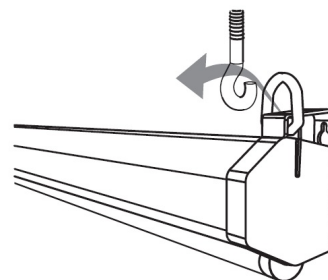

Рис. 2
- **крепление на потолок:** для монтажа экрана на потолок в конструкции предусмотрены 2 монтажных кольца, которые следует зацепить за монтажные крюки (не входят в комплект поставки), как показано на Рис.2. Расстояние между крюками, установленными на потолке должно равняться расстоянию между монтажными кольцами экрана. Для монтажа экранов, отмеченных в таблице \*, см. Рис 3.